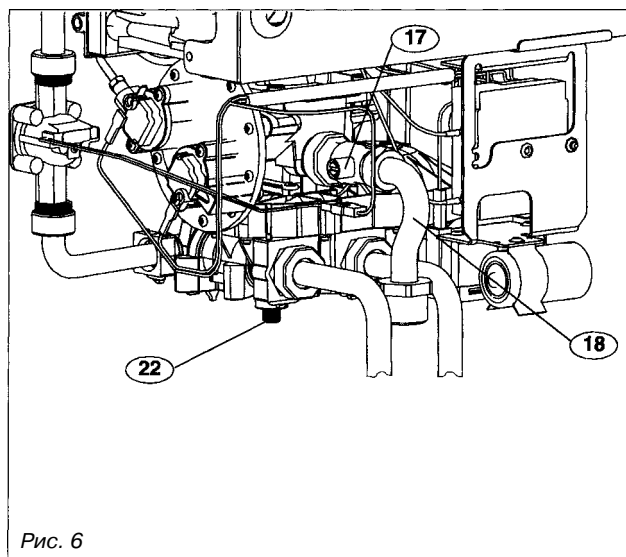

Рис. 6
#### Соединение для подачи природного газа (рис. 6):
- Проверить, что кран подачи холодной воды поз. 19 (рис. 6), а также кран подачи газа поз. 17 (рис. 6) или редукционный клапан подачи бутана или пропана открыты.
- Отвинтить сливную пробку поз. 22 (рис. 6).